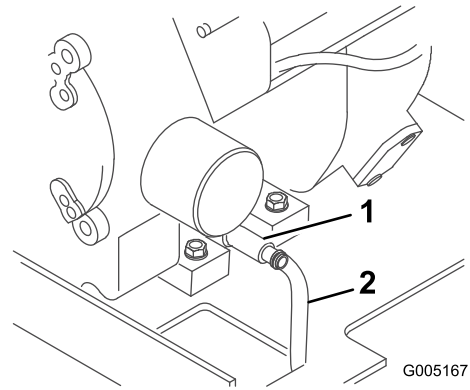

Figura 23
5. Abra la válvula de vaciado girándola en el sentido contrario a las agujas del reloj, tirando hacia fuera mientras la gira (Figura 23).
4. Coloque un extremo de una manguera en la válvula de vaciado y el otro extremo en un recipiente (Figura 23).